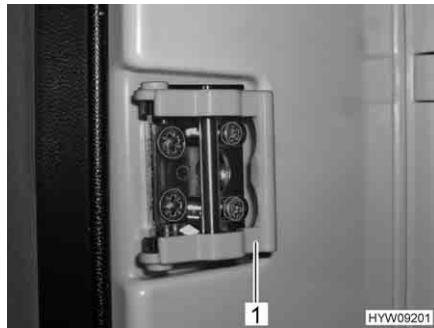
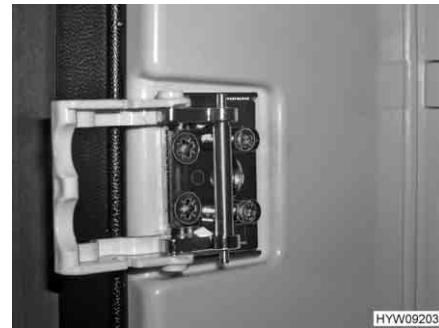

Fig. 145 Dispositivo di chiusura (posizione normale) (alternativa)
Fig. 146 Dispositivo di chiusura (posizione di ricircolo d'aria) (alternativa)
- Ruotare la staffa (Fig. 143,1 o Fig. 145,1) in avanti (Fig. 144 o Fig. 146).
A seconda del modello, il frigorifero può essere dotato anche di un dispositivo di chiusura, come quello illustrato in Fig. 145 e Fig. 146.